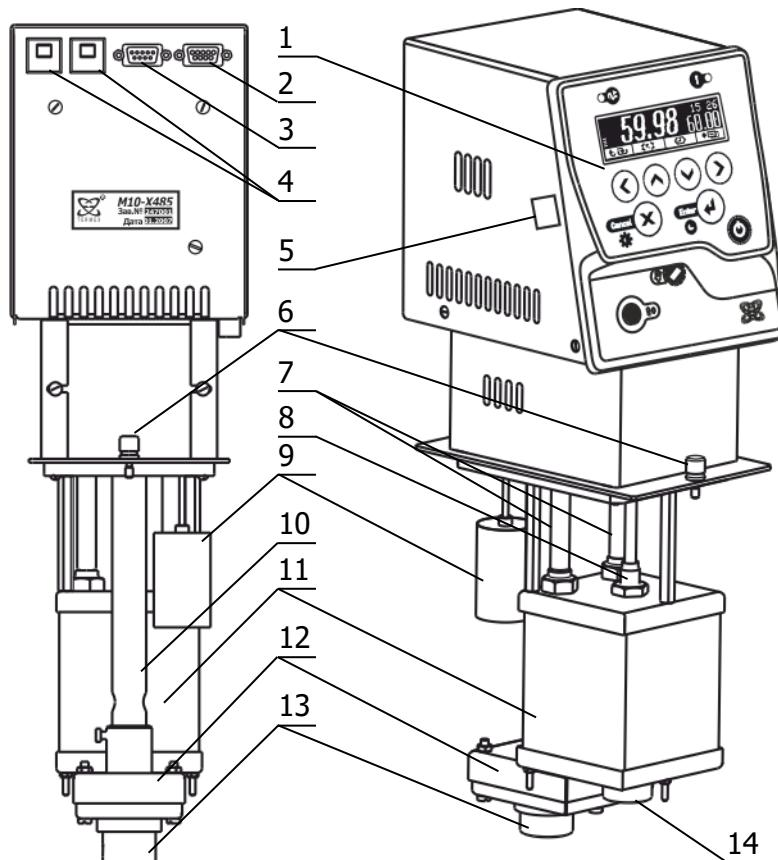

Рисунок 1 — Устройство блока регулирования М10М
1.4.2 Работа блоков регулирования заключается в поддержании заданной температуры потока теплоносителя, прокачиваемого насосом 12 через резервуар 11 (рисунок 1). Забор теплоносителя производится через входной патрубок 13, а выброс — через выходной патрубок 14.